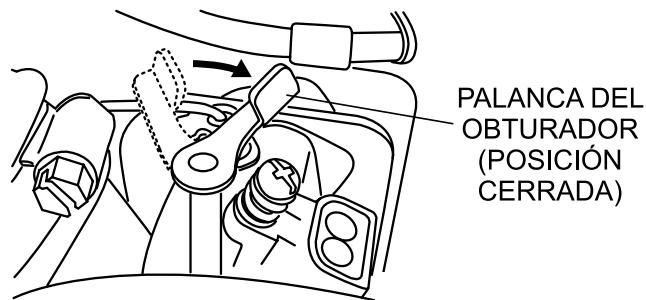

Figura 8. Palanca del obturador
5. Si el motor no arranca, mueva la palanca del obturador (Figura 8) hacia la posición media abierta para evitar ahogarlo.